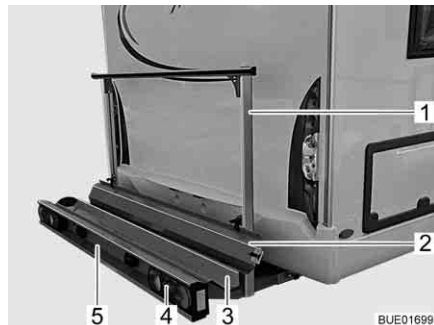
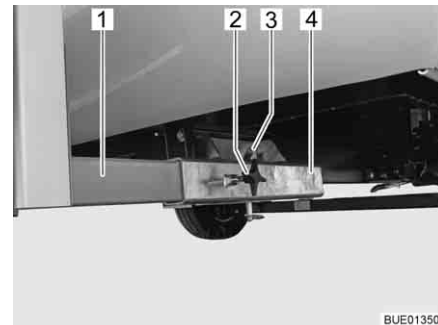

Bild 7 Lasthållare
Bild 8 Fäste på fordonet
Lasthållaren (Bild 7) är avsedd för en motorcykel eller en moped med en vikt på upp till 130 kg.
- Bärplatta (Bild 7,3) och hållbygel (Bild 7,1) med fäste på fordonet (Bild 8)
- Bakljus (Bild 7,4)
- Nummerplåtsbelysning (Bild 7,5)
- Uppkörningsskena (Bild 7,2)
Lasthållarens två längsgående balkar (Bild 8,1) fixeras med vingskruvar (Bild 8,2) i fyrkantfästena (Bild 8,4) i fordonsgolvet. Lasthållaren säkras med en sprint (Bild 8,3) med låsring.